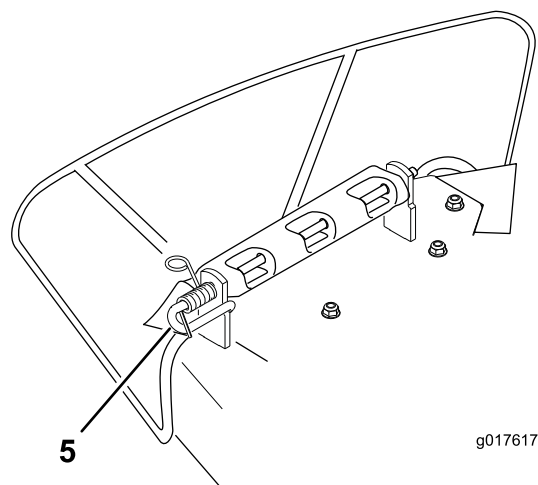

Figure 57
1. Désengagez le ressort du cran dans le support de déflecteur et sortez la tige des supports soudés du tablier, du ressort et de du déflecteur d'éjection (Figure 57). Enlevez le déflecteur s'il est endommagé ou usé.
2. Positionnez le nouveau déflecteur d'éjection en plaçant les extrémités du support entre les supports soudés du tablier, comme illustré à la Figure 57.